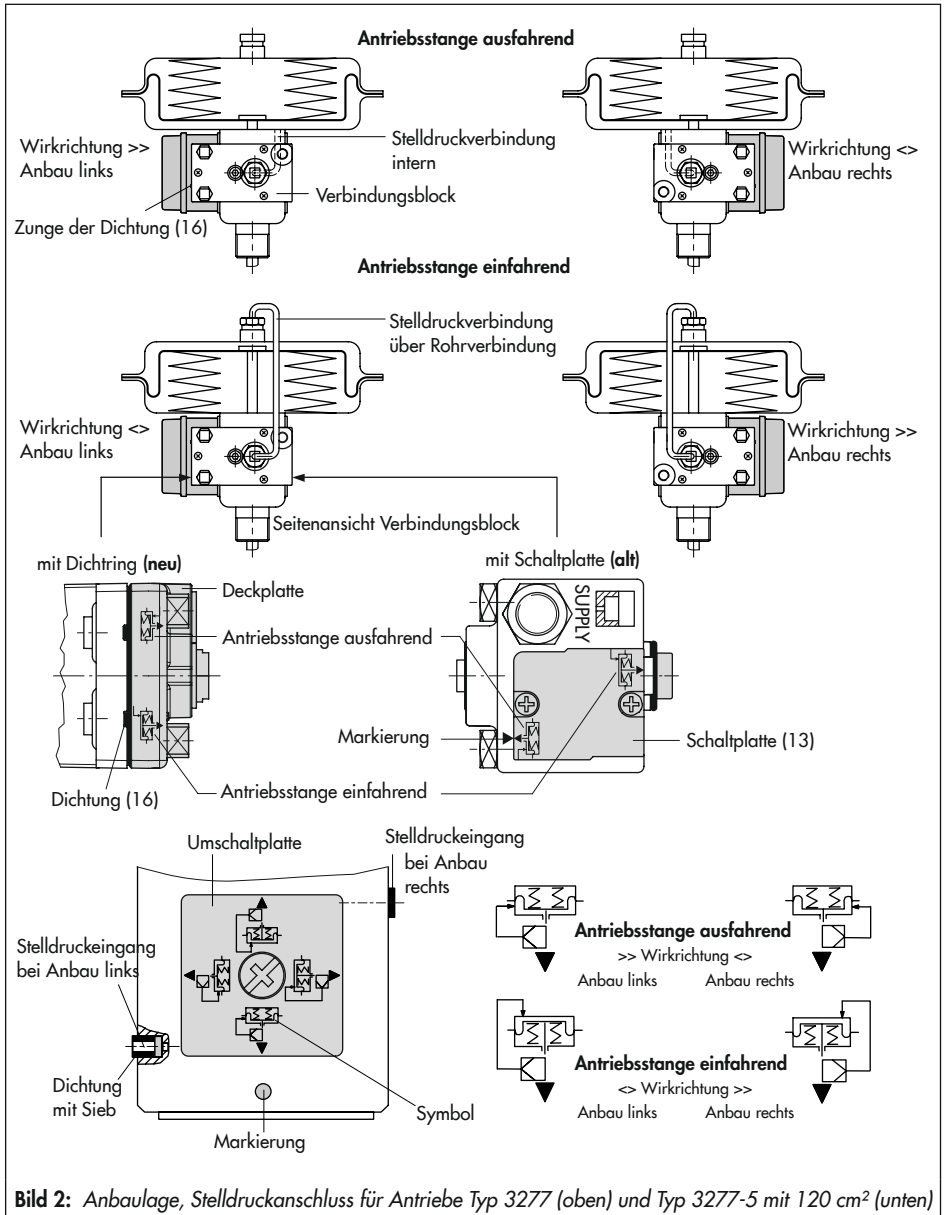

Bild 2: Anbaulage, Stelldruckanschluss für Antriebe Typ 3277 (oben) und Typ 3277-5 mit 120 cm² (unten)
Die Wirkrichtung des Stellungsreglers bestimmt auch seine Anbaulage am Antrieb, sie ist in Bild 2, Bild 3 und Bild 5 dargestellt.
7. Kontrollieren, ob die Zunge der Dichtung (16) seitlich am Verbindungsblock (Bild 2, Mitte) so ausgerichtet ist, dass das Antriebssymbol für „Antriebsstange ausfahrend“ oder „Antriebsstange einfahrend“ mit der Ausführung des Antriebs übereinstimmt.
Der Stelldruck wird über die Umschaltplatte (Bild 2 und Bild 3 unten) auf die Membrankammer geführt.